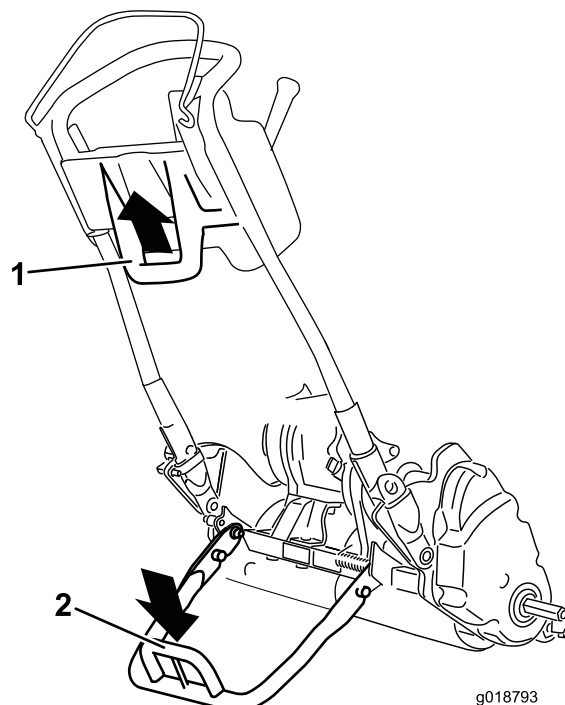

Figura 27
- Para utilizar el caballote para instalar las ruedas de transporte, bájelo al suelo y pise la barra del caballote, tirando del manillar inferior central de la máquina hacia arriba y hacia atrás (Figura 27).